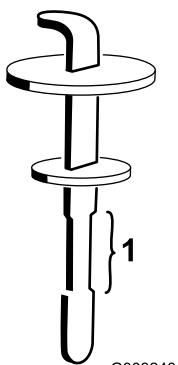

Bild 131
5. Entfernen Sie den Peilstab aus dem Füllstutzen und wischen ihn mit einem sauberen Lappen ab. Stecken Sie den Peilstab in den Einfüllstutzen und ziehen ihn dann heraus, um den Ölstand zu prüfen (Bild 131).